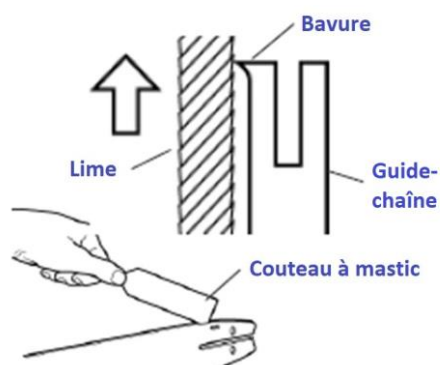

Fig. 5a
- Retirez le guide-chaîne (11) de l'élagueuse, nettoyez tout débris ou poussière de la surface et de la rainure.
- Retirez toutes les bavures des côtés du guide-chaîne avec une lime plate et nettoyez la rainure avec un couteau à mastic, voir Fig. 5a.